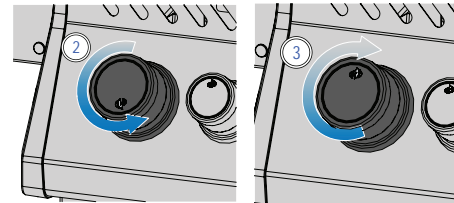

Fig. 1
4. La veilleuse et le brûleur ne s'allument pas en 5 secondes - tournez la commande, dans le sens des aiguilles d'une montre jusqu'à la position OFF. Attendre 5 minutes pour que l'essence s'écoule, se dissiper. Répétez les étapes 2 et 3 ou allumez avec une allumette. (Fig. 1)